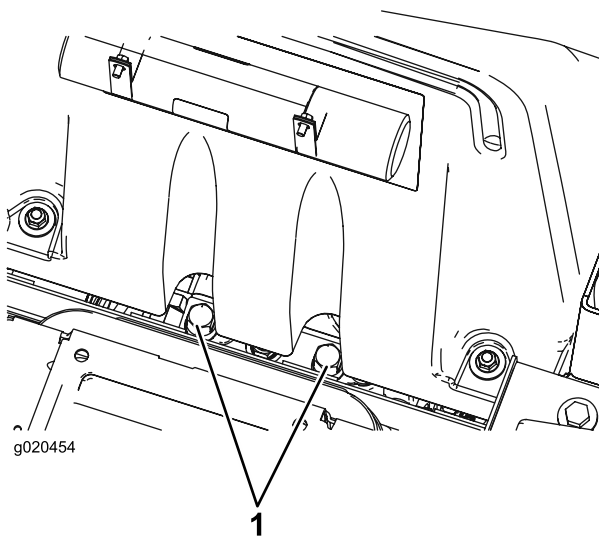

Figura 32
1. Levante el asiento. Las válvulas de desvío están situadas debajo de la parte delantera del depósito de combustible (Figura 32).